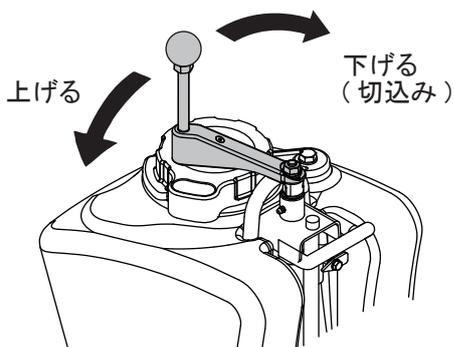

図 30
4. ダイヤモンドブレードが回転している状態で、昇降ハンドルを時計(右)方向へ回して、希望する深さまで本機を下げます。(図30)
1. 昇降ハンドルのロックを解除し、反時計(左)方向へ回して、本機を上昇させます。(図30)